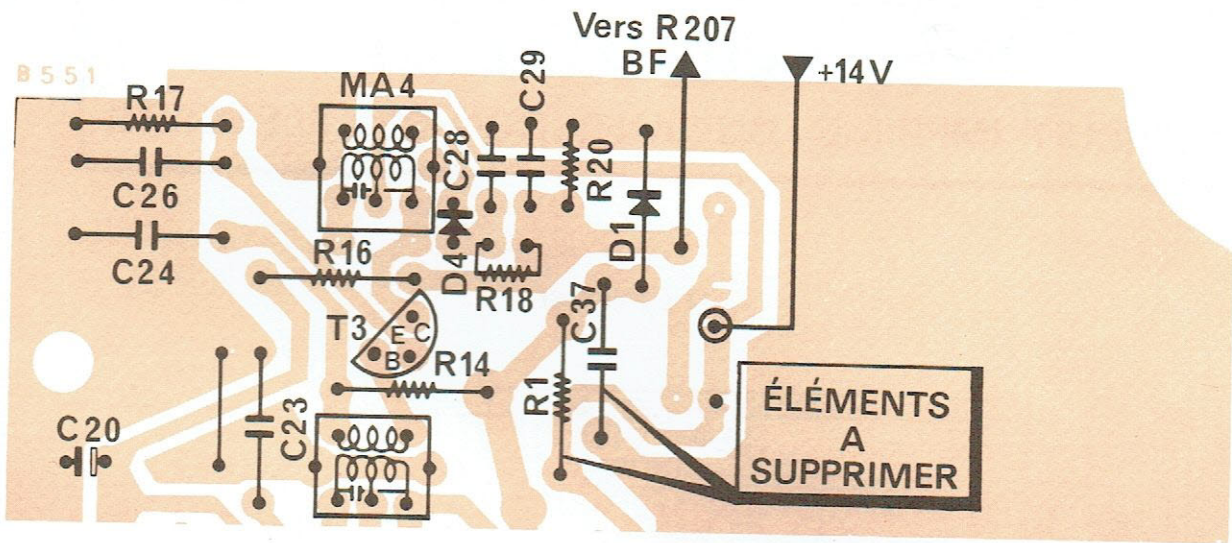

Fig. 5
- Supprimer la résistance R1 de 2,2 K Ω et le condensateur C37 de 0,1 μ F (Fig. 5).